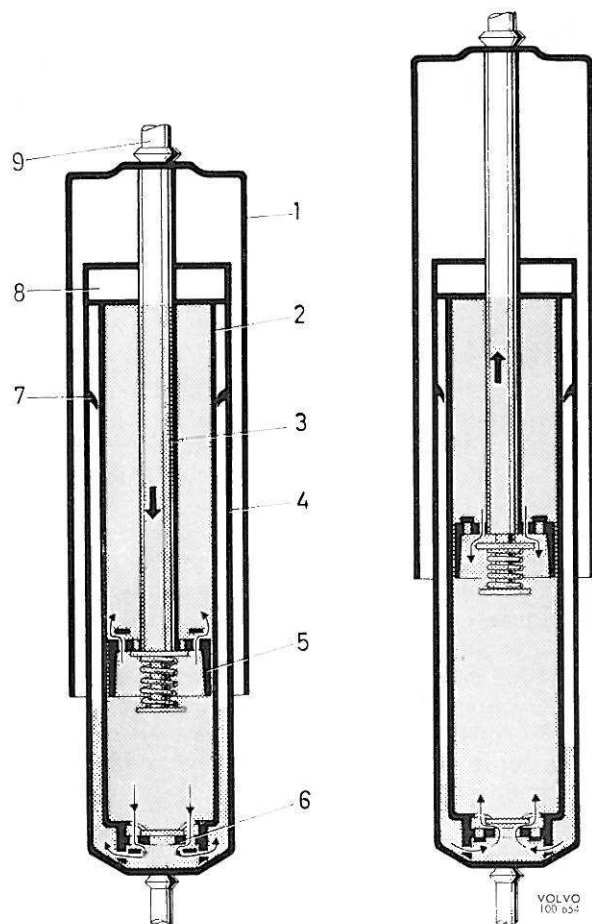

Figure 10. Amortisseur, fonctionnement
La construction des amortisseurs ressort de la figure 10. Le cylindre extérieur (1) sert seulement de pare-poussière. Les deux autres cylindres (2 et 4) sont disposés concentriquement, emboîtés l'un dans l'autre. C'est le cylindre intérieur (2) qui constitue le cylindre moteur et il est muni d'une soupape (6) à son extrémité inférieure. A l'intérieur de ce cylindre travaille un piston (5) muni de canaux dont le passage est commandé par des soupapes.